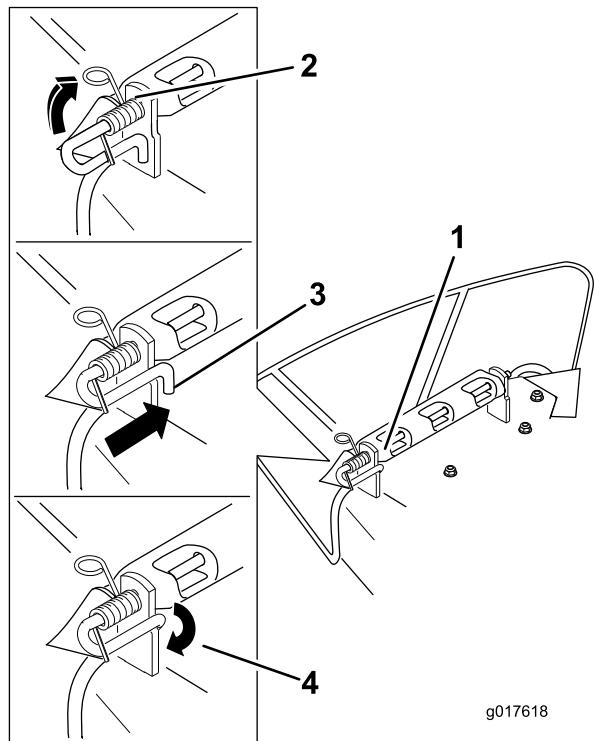

Рисунок 80
4. Установите новый отражатель выброса так, чтобы концы кронштейнов находились между приварными кронштейнами на деке, как показано на Рисунок 80.
6. Расположите пружину на стержне так, как показано на Рисунок 80, чтобы более короткий конец пружины выходил из-под стержня перед его изгибом и проходил над стержнем в месте выхода из изгиба.
7. Поднимите конец пружины, имеющий петлю, и поместите его в выемку на кронштейне отражателя (Рисунок 80).
8. Закрепите узел стержня и пружины, закрутив его таким образом, чтобы короткий конец стержня находился за передним кронштейном, приваренным к деке (Рисунок 80).